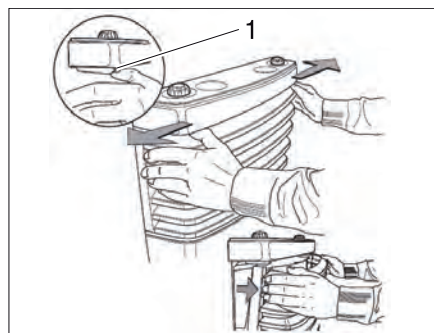

Bild 109 Ta bort höljets framdel från värmeaggregatet
- Ta bort höljets framdel från värmeaggregatet. Tryck förslutningsfjädrarna (Bild 109,1) ut till sidorna, sväng klädseln framåt och lyft ur de undre lagren.